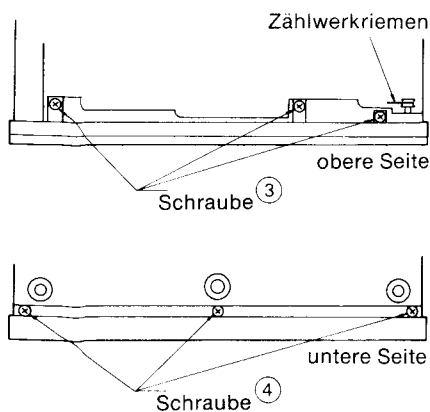

Abb. 2
- 4) Die drei Schrauben ③ von der Oberseite und die drei Schrauben ④ von der Unterseite der Front lösen.
- 5) Den Antriebsriemen vom Zählwerk des zweiten Rekorders entfernen, siehe Abb. 2 und die Front abziehen.